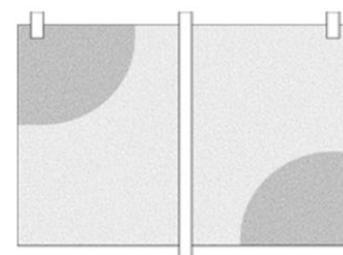

Figura 9
3. Applicare due strati di nastro, da 2,5 cm a 5 cm di larghezza, passando per il centro dell'elemento grafico per creare una cerniera. La cerniera deve essere perpendicolare (ad angolo retto) alla distanza più lunga. Vedere la figura 9.